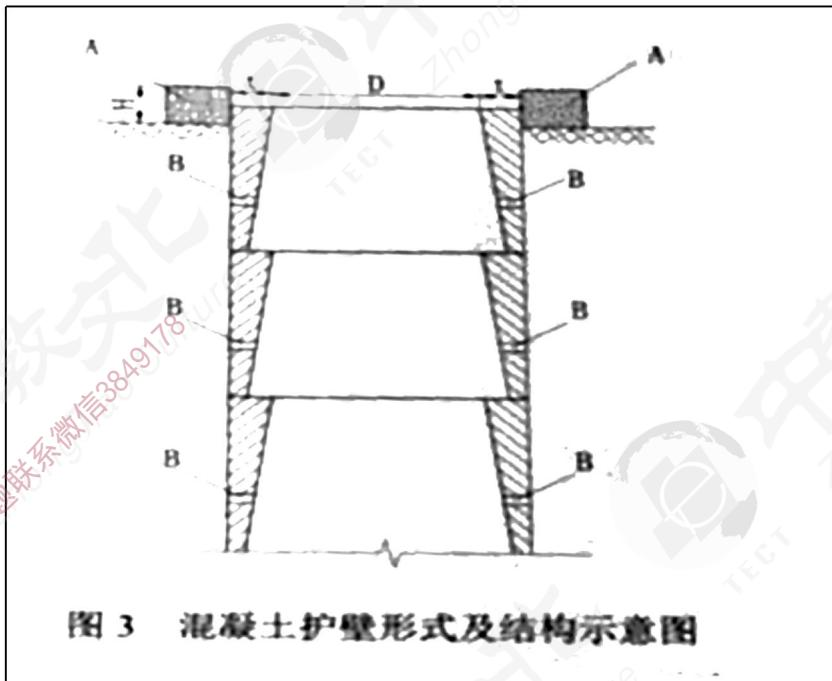

图 3 混凝土护壁形式及结构示意图
桩施工采用分节现浇 C25 混凝土护壁支护，每节护壁高度为 1m，桩孔混凝土护壁形式及结构如图 3 所示。挖孔施工过程中，发现地层中有甲烷、一氧化碳等气体，施工单位重新修订了专项施工方案。
- 2、图 3 中，混凝土护壁形式属于外齿式还是内齿式？写出构造物 A 的名称，说明混凝土护壁节段中设置的管孔 B 的主要作用。
- 3、根据《公路工程施工安全技术规范》，图 3 中标注的 D 与 H 的范围是如何规定的？事件二中，为防止施工人员发生中毒窒息事故，挖孔施工现场应配备哪些主要的设备、仪器？